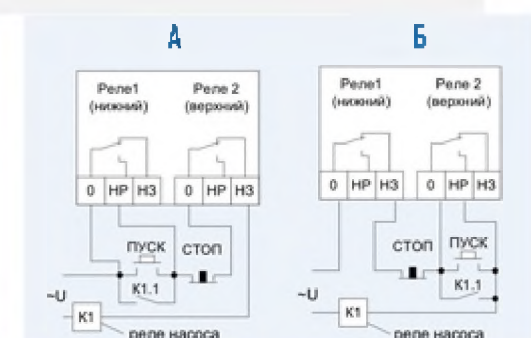

Рис. 4. Схемы автоматического управления переключившим насосом: А - наполнения, Б - опорожнения.
- устанавливать кратковременное переключение реле на уровнях “1” и “2”, необходимое, например, для осуществления контроля наполнения нескольких резервуаров одним насосом с использованием в качестве управляющего элемента реле-пускателя с самоудерживающим контактом (рис. 4);